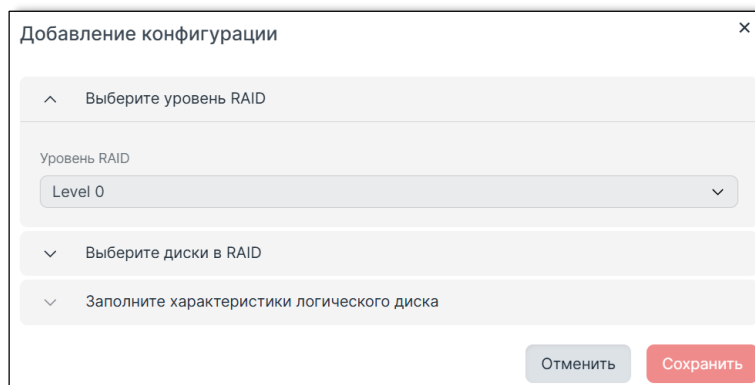

Рисунок 37. Выбор уровня RAID для массива дисков
1. Нажмите кнопку «Добавить» напротив раздела «Дисковые массивы» и дождитесь появления окна добавления конфигурации (Рисунок 37).